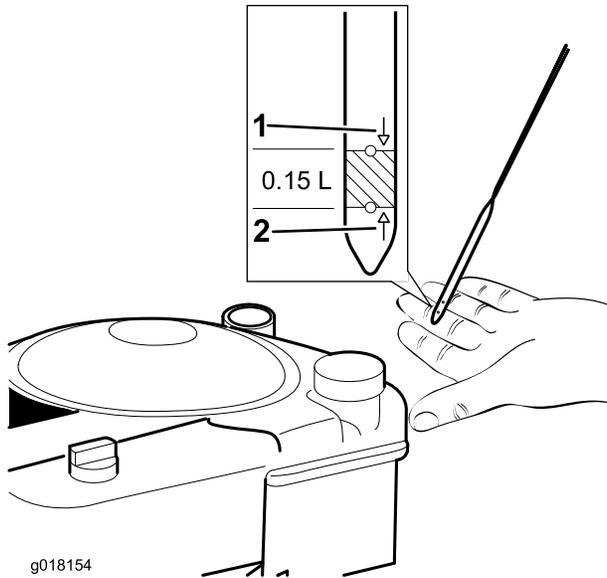

Figura 10
3. Si el nivel de aceite es bajo, vierta aceite **lentamente** en el tubo de llenado de aceite, espere 3 minutos, y compruebe el nivel de aceite en la varilla limpiándola e insertándola a fondo en el tubo (Figura 10).
4. Llene el motor con aceite hasta que la varilla indique que el nivel del aceite del motor es correcto, según se muestra en Figura 10. Si usted llena demasiado el motor, vacíe el exceso de aceite según se indica en Verificación del nivel de aceite del motor (página 12).